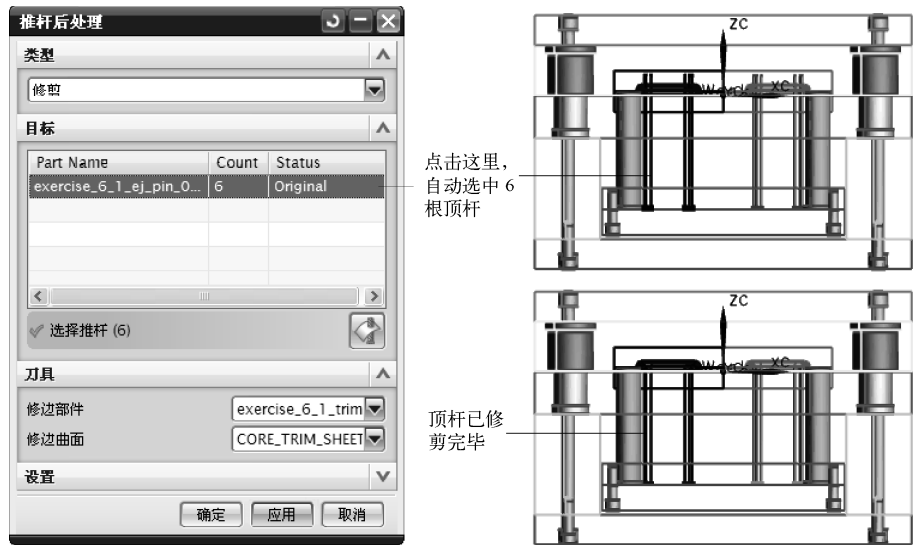

图 7-35 修剪顶杆
(1) 在 MoldWizard 工具条上单击【推杆后处理】图标，弹出如图 7-35 所示的【推杆后处理】对话框。
(2) 在【推杆后处理】对话框中，确认修剪类型为【修剪】，修剪曲面为【CORE_TRIM_SHEET】，单击修剪目标，系统自动选中 6 根顶杆，单击【应用】按钮，系统对顶杆
进行修剪，如图 7-35 所示。